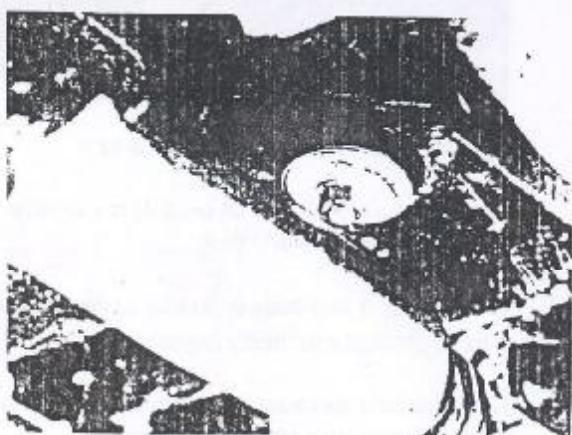

Figura 3.01.1 - Coxim traseiro da caixa de mudanças
9. Remover a porca e a arruela de fixação do coxim traseiro da caixa de mudanças e remover o coxim (Figura 3.01.1)
3. Posicionar o coxim traseiro na caixa de mudanças e instalar a porca e arruela de fixação, apertando-a ao torque de 78 Nm (Figura 3.01.1).